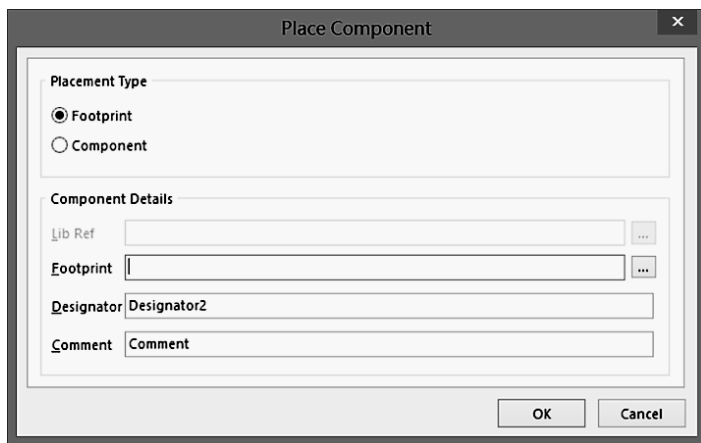

图 8-1-1 Place Component 对话框
(1) 在工作区选择要放置 PCB 元器件封装的 PCB 板层，单击 Wiring 工具栏中的放置 PCB 元器件封装按钮，或执行菜单命令 Place→Component，打开如图 8-1-1 所示的 Place Component 对话框。